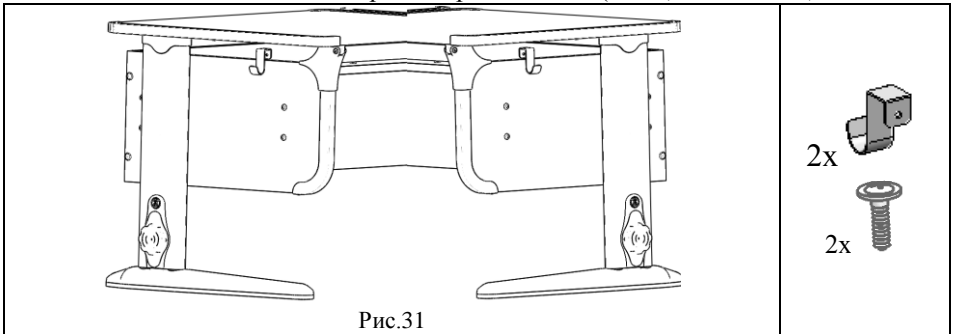

Рис.31
5.7.2. Установить крючки (поз.1, пакет № 66) на стенки боковые, см. рис.31.